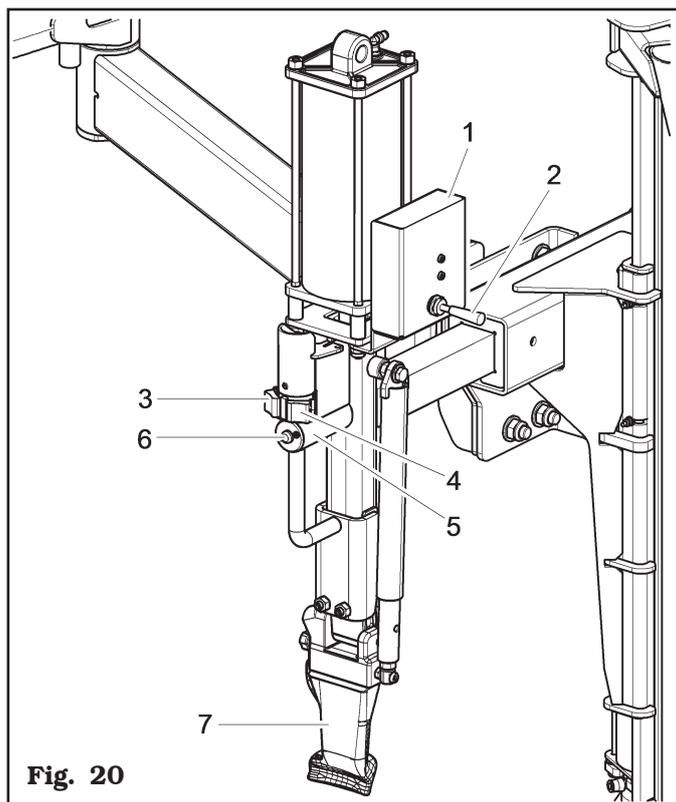

Fig. 20
- un manipulateur (**Fig. 20 réf. 1**), placé sur le bras porte-outils. Avec ce manipulateur il est possible de commander la translation verticale pour monter et accrocher le talon de la tête outil. Soulever le levier (**Fig. 20 réf. 2**) pour ordonner le déplacement vers le haut, tandis que la baisse du levier (**Fig. 20 réf. 2**) ordonne le déplacement vers le bas ;
- un commande avec deux poussoirs : presser sur le poussoir (**Fig. 20 réf. 3**) pour débloquer horizontalement et transférer vers le haut le bras porte-outil, et presser sur le poussoir (**Fig. 20 réf. 4**) pour débloquer horizontalement transférer vers le bas le bras porte-outil ;
LES COMMANDES (FIG. 20 RÉF. 3-4) (POUR DES RAISONS DE PRÉVENTION DE L'UTILISATION INCORRECTE DU DÉMONTE-PNEUS) SONT EN SERVICE SEULEMENT SI LA TÊTE OUTIL (FIG. 20 RÉF. 7) EST EN POSITION COMPLÈTEMENT SOULEVÉE. AGIR SUR LE LEVIER (FIG. 20 RÉF. 2), EN LE DÉPLAÇANT VERS LE HAUT, POUR PORTER LA TÊTE OUTIL DANS CETTE POSITION.
- une poignée (**Fig. 20 réf. 5**) que, par un mouvement de tirage et de poussée, en combinaison avec le poussoir de déblocage (**Fig. 20 réf. 6**), permet le réglage (seulement horizontalement) de la tête outil sur le diamètre de la roue.